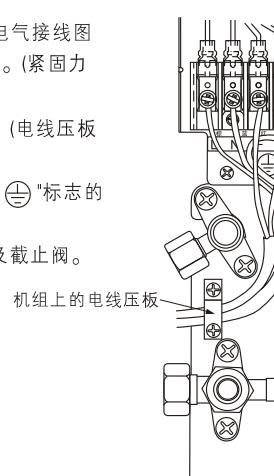

图 26
- (1) 把室外机组中连接电缆按左侧板内电气接线图所示正确地牢固连接。(按图26安装)。(紧固力矩8–15kgf·cm)
- (2) 用电线压板将连接电缆用螺钉坚固。(电线压板固定时, 所示箭头必须向下)
- (3) 必须将黄/绿线如图26所示接至带有“”标志的接地螺钉上。
- (4) 连接电缆不可以碰铜管的裸露部分及截止阀。